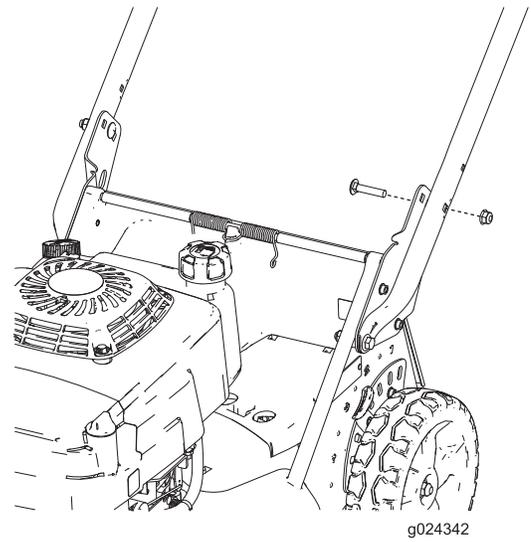

Bild 5
5. Befestigen Sie den Bügel mit zwei Schlossschrauben (5/16" x 1-1/2") und zwei Bundmuttern (5/16") am Mähergehäuse an der gewünschten Bügelhöhe an den Bügelhalterungen, wie in Bild 5 abgebildet.